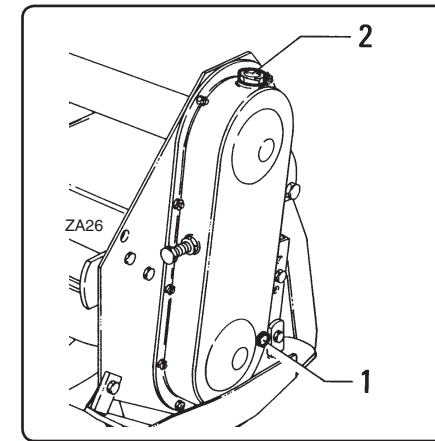

fig. 7.4.5
- Contrôlez le niveau de l'huile dans le carter de transmission latéral. Enlevez le bouchon "1" fig. 7.4.5 et vérifiez que l'huile atteint le rebord inférieur du logement du bouchon.
Den Standstopfen "1" Abb. 7.4.5 abschrauben und prüfen, ob das Öl bis zur Unterkante der Stopfenöffnung steht.